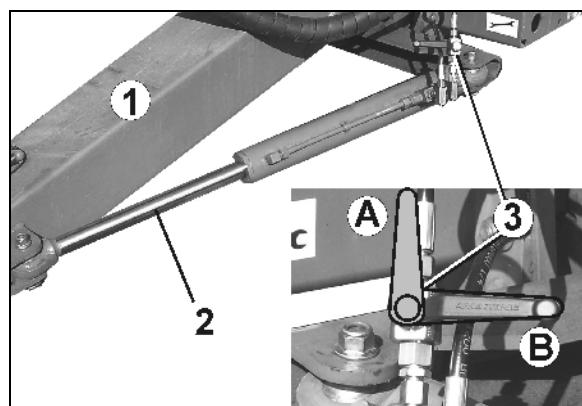

Fig. 112
- **Sporfølgetrekkestang:** Steng kranen (Fig. 112/3) på hydraulikksylinderen (posisjon B).
For å bruke sporfølgestyrestengene må du åpne kuleventilen (Fig. 112/3) på hydraulikksylinderen (posisjon A)!